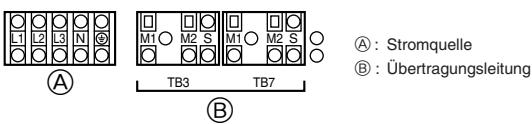

Fig. 6-1
6.2. Reglerkasten und Kabelanschlusspunkte (Fig. 6-1)
- Die Übertragungsleitung der Innenanlage an die Klemmleiste für die Übertragungsleitung (TB3) anschließen oder die Leitungen zwischen den Außenanlagen oder die Leitungen zur Zentralsteuerung an die Klemmleiste der Zentralsteuerung (TB7) anschließen. Bei Verwendung von abgeschirmten Leitungen die Abschirmungserdung der Übertragungsleitung der Innenanlage an die Erdungsschraube anschließen (GND) und die Abschirmungserdung der Leitung zwischen den Außenanlagen und der Übertragungsleitung der Zentralsteuerung an die Abschirmungsklemme (S) der Klemmleiste der Zentralsteuerung (TB7) anschließen. Außerdem muss bei Außenanlagen, deren Netzzuschlussstecker CN41 durch CN40 ersetzt wurde, die abgeschirmte Klemme (S) der Klemmleiste der Zentralsteuerung (TB7) ebenfalls an die Erdung angeschlossen sein (GND).